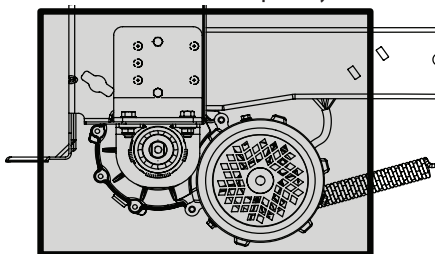

Figura 16
- Limpie alrededor y cerca de la transmisión y del eje (Figura 16).